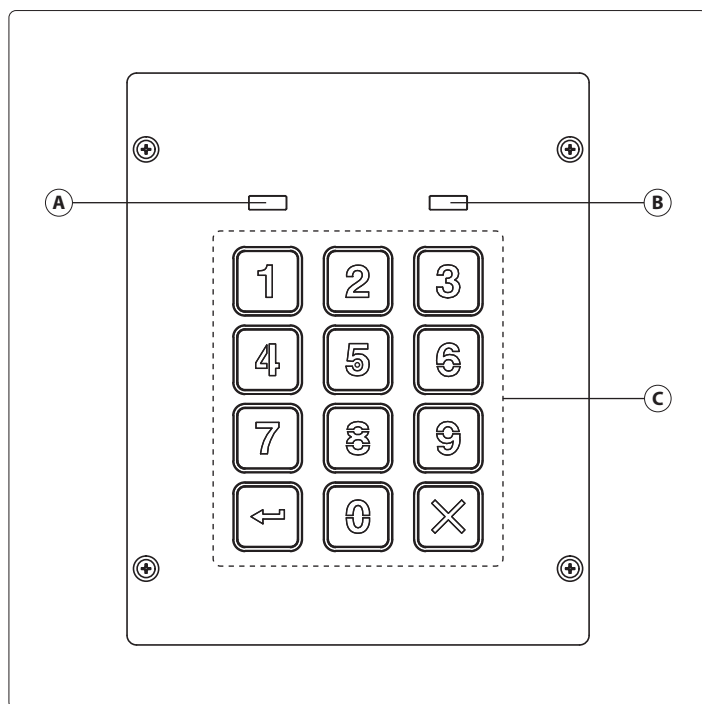

Fig. 1 Fronte
4. Quando l'alimentazione è stata ripristinata aspettare che la tastiera emetta un bip singolo e che il LED di stato rosso (**Fig. 1, B**) lampeggi una volta
5. Rimanere in ascolto del segnale di conferma e attendere che il LED di stato rosso (**Fig. 1, B**) lampeggi di nuovo una volta
4. Quando l'alimentazione è stata ripristinata aspettare che la tastiera emetta un bip doppio e che il LED di stato rosso (**Fig. 1, B**) lampeggi una volta